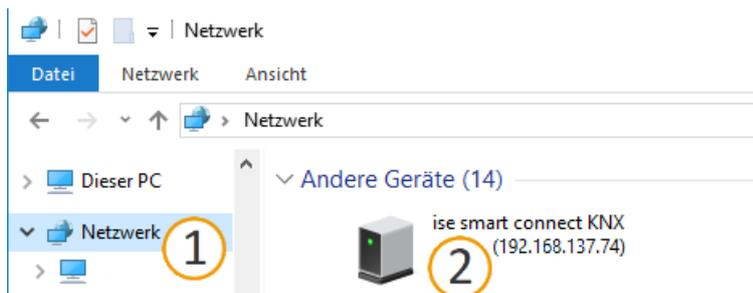

Abbildung 22: Aufruf der Gerätewebseite über Netzwerkumgebung
- Bei der Nutzung von Microsoft Windows wählen Sie alternativ das Gerät in der Netzwerkumgebung in der Kategorie <<Andere Geräte>> (siehe Abbildung 22, Pos. 1): Doppelklicken Sie auf das Icon des Geräts (siehe Abbildung 22, Pos. 2).